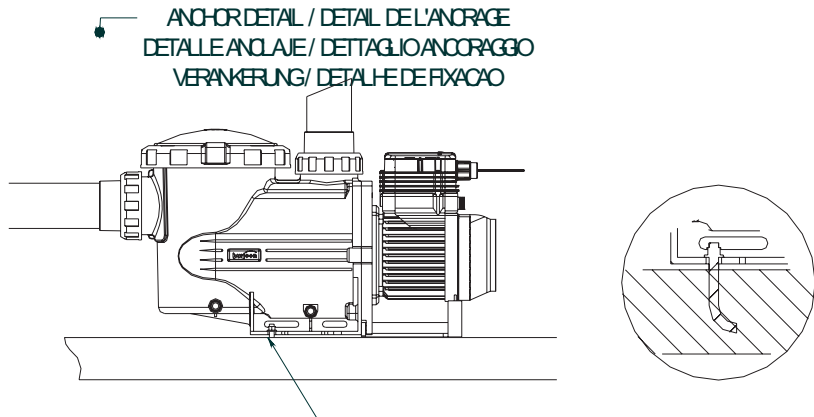

Fig. 2
- Para conectar a tubulação, cole os tubos e conexões fornecidas com a bomba. As conexões de instalação às portas de aspiração e retorno na bomba são rosqueadas e incluem vedações para impedir a perda de água (Fig. 2).
- Instale os canos de retorno completamente perpendiculares e centralizados em relação à porta à qual serão conectados, de modo a impedir que a bomba e o cano fiquem sujeitos a trações externas que, além de tornar a instalação difícil, podem quebrá-los (Fig. 2).
- Instale a tubulação de aspiração com uma leve inclinação de 2% em direção à bomba, de modo a evitar a formação de bolsas de ar (Fig. 2).